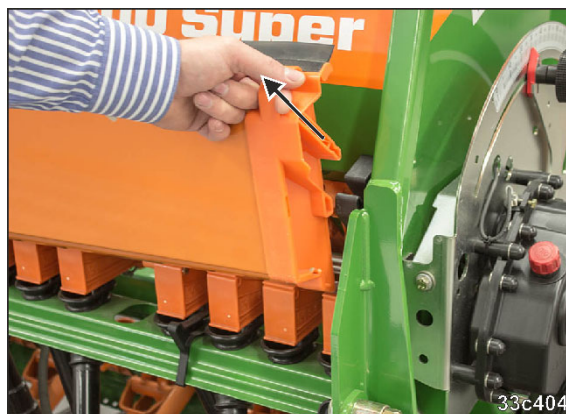

Fig. 238
1. Træk kalibreringsfordybningerne (Fig. 238) opad og ud af holderen.